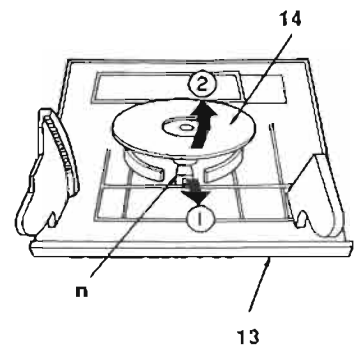

Abb. 22 Fig. 22
- Halteklammer n (Abb. 22) in Pfeilrichtung 1 drücken und Plattenhalter 14 in Pfeilrichtung 2 herausnehmen
- Remove the claw n (Fig. 22) in direction of the arrow 1 and remove the disc holder 14 in direction of the arrow 2.